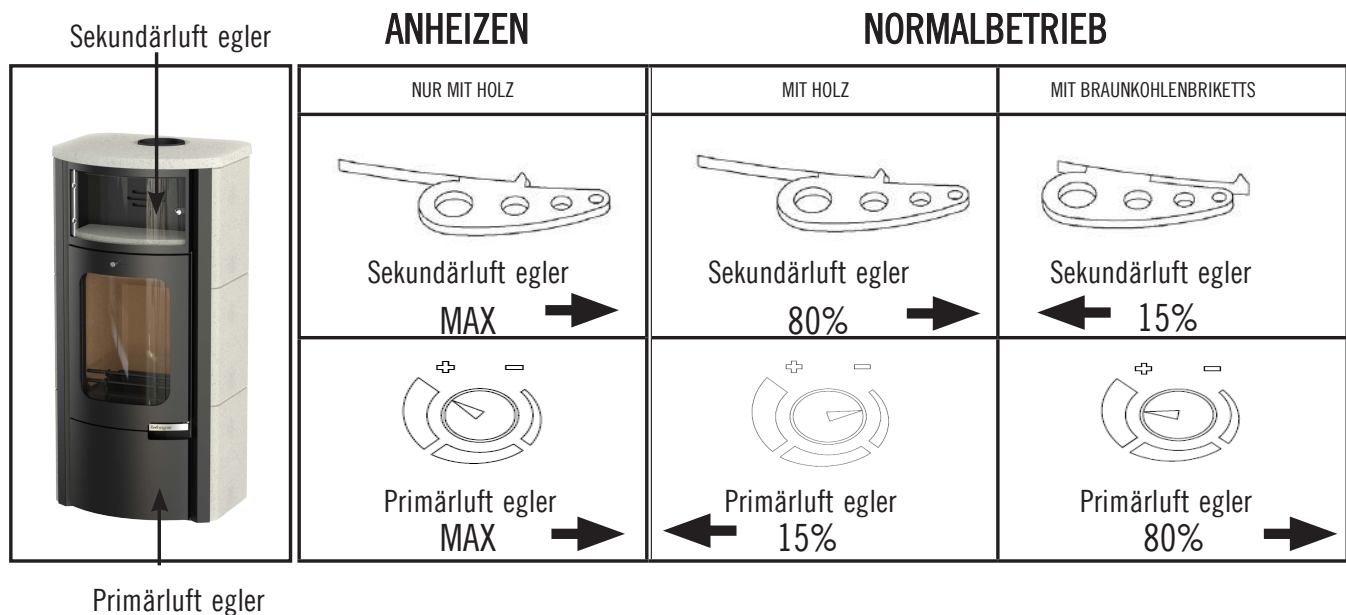

Abbildung 2 Verwendung des Luftreglers
4. Abbildung 2 Verwendung des Luftreglers	Seite 9